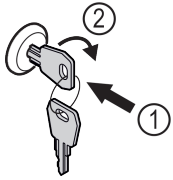

Fig. 145
- ▶ Schlüssel hineindrücken Fig. 145 (1).
- ▶ Schlüssel um 90° im Uhrzeigersinn drehen Fig. 145 (2).